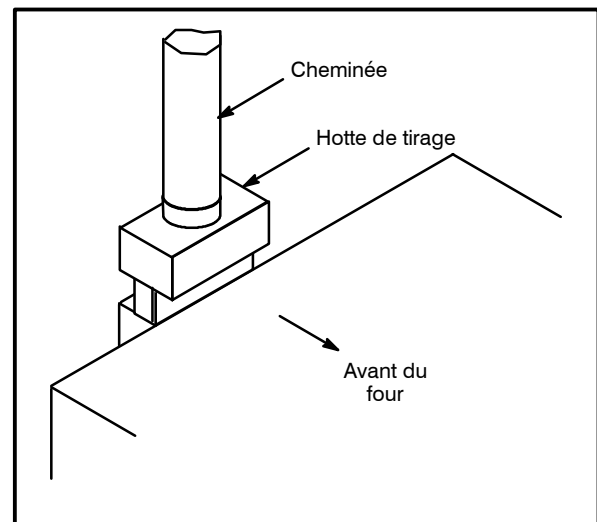

Figure 9
1. Placer la hotte de tirage au-dessus du connecteur de cheminée. Voir Figure 9.